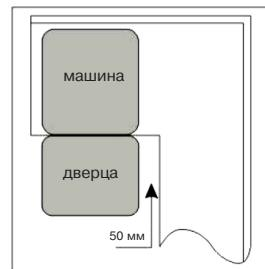

Рис. 2. Вид сверху.
2. При размещении посудомоечной машины в угловой части мебели для встройки минимальное расстояние между боковой частью открытой дверцы посудомоечной машины и кухонной мебелью должно быть не менее 50 мм (Рис.2).